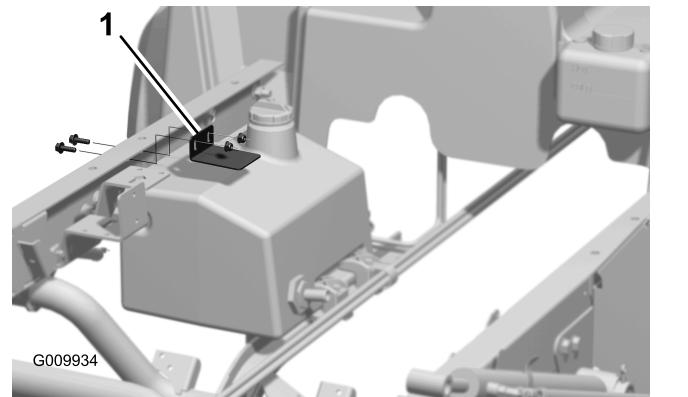

Bild 10
4. Befestigen Sie die Behälterklemme mit zwei Bundbolzen (5/16" x 1") und zwei Bundmuttern (5/16") am linken Rahmenkanal, wie in Bild 10 abgebildet.